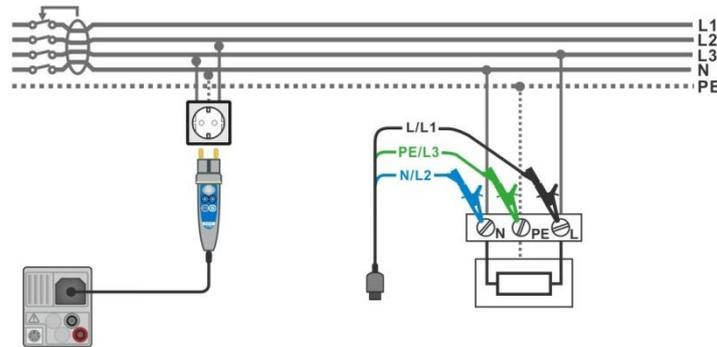

Abbildung 7.23: Anschluss des Commander-Prüfsteckers und die Dreileiter-Prüfleitung
- › Schließen Sie die Prüfleitungen am Prüfling an, siehe **Abbildung 7.23**.
- › Schließen Sie die Prüflösungen oder den Commander Prüfstecker am Prüfling an, siehe **Abbildung 7.23**.
<ul style="list-style-type: none"> Wählen Sie die Funktion RCD Auto. Stellen Sie die Prüfparameter / Grenzwerte ein. Schließen Sie die Prüfleitungen am Messgerät an. Schließen Sie die Prüfleitungen oder den Commander Prüfstecker am Prüfling an, siehe Abbildung 7.23. Starten Sie die Messung. 	Beginn der Prüfung